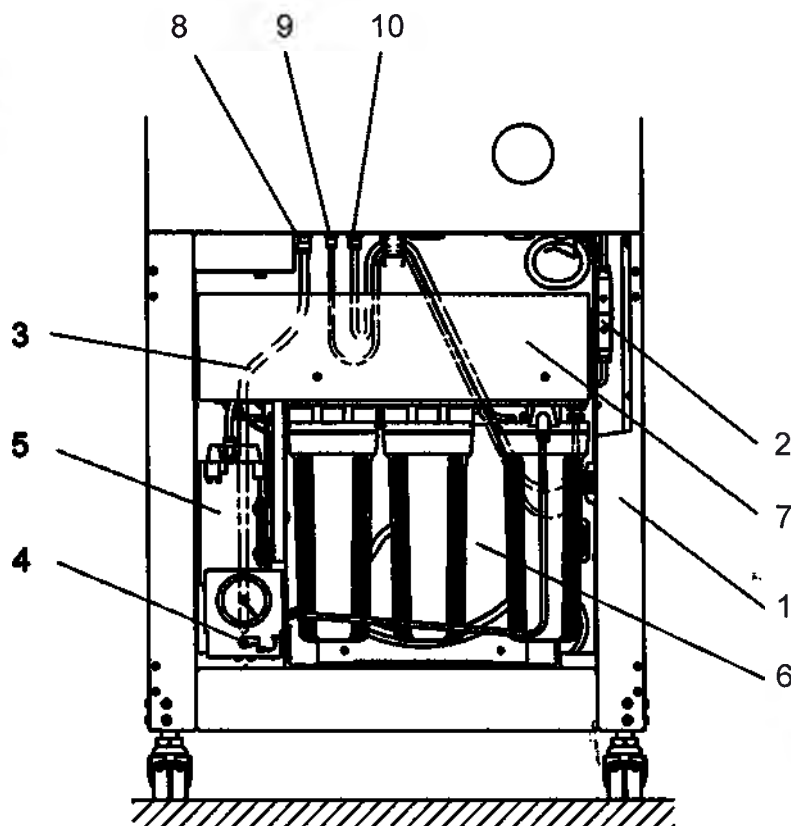

Рис. 2: Установка устройства подготовки воды MELAdem 56 M в напольном шкафу-подставке парового стерилизатора Cliniclave 45 M
10. Разместите устройство MELAdem на задней стенке напольного шкафа-подставки (см. Рис. 2).